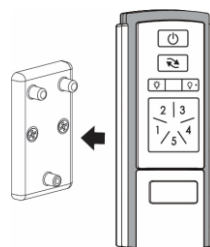

fig. 22
4. Enclenchez l'émetteur sur le support en alignant les 3 bornes sur le support avec les trous sur l'émetteur (fig. 22).